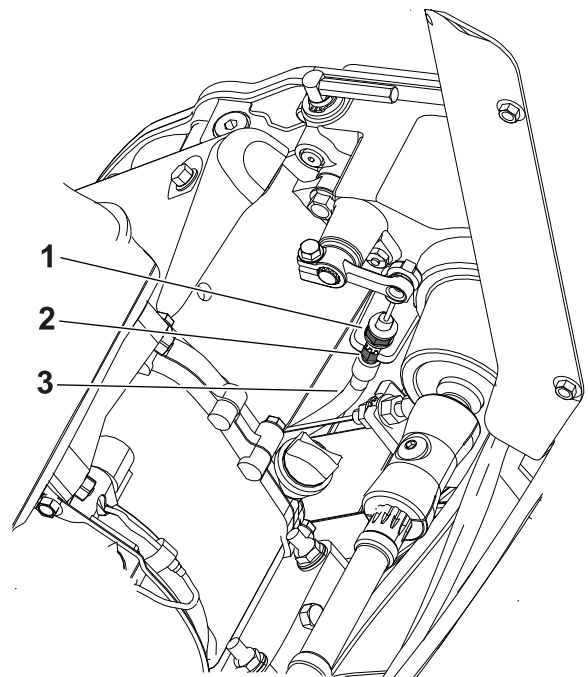

Bild 33
- Lösen Sie die vordere Kabelklemmmutter und ziehen Sie die hintere Klemmmutter an, um die Spannung des Bremszugs zu erhöhen (**Bild 33**). Schritt 2 wiederholen und ggf. die Spannung anpassen.
- Lösen Sie die hintere Kabelklemmmutter und ziehen Sie die vordere Klemmmutter an, um die Spannung des Bremszugs zu verringern (**Bild 33**). Schritt 2 wiederholen und ggf. die Spannung anpassen.